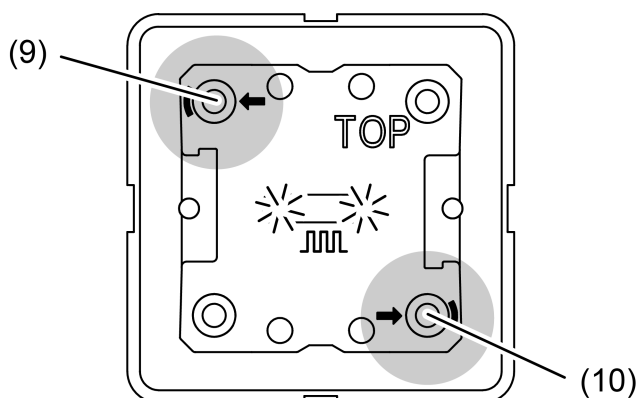

Figura 6: Pulsadores para activar el modo de programación
- Activar el modo de programación: pulsar y mantener pulsada la tecla superior izquierda (9). A continuación, pulsar la tecla inferior derecha (10) (véase figura 6).
- Pulsar y mantener pulsadas las teclas superior izquierda e inferior derecha (véase figura 6).
- Pulsar y mantener pulsadas las teclas superior izquierda e inferior derecha (véase figura 6) durante más de 5 segundos.